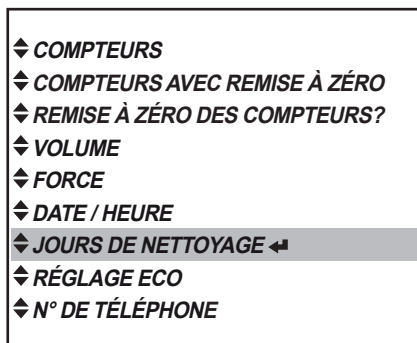

Fig. 38
- Appuyez sur la touche d'entrée ◀ pour afficher le menu « JOURS DE NETTOYAGE » (fig. 38).